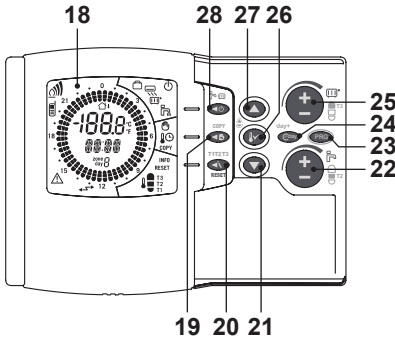
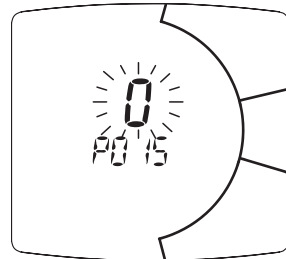
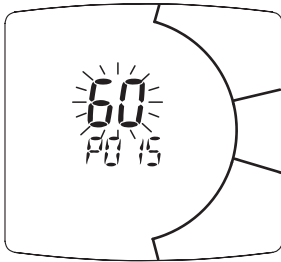

Figura 5.28
Figura 5.31
Figura 5.32
- Scorrere i vari parametri utilizzando il tasto 22 in Figura 5.28 fino a far apparire sul display LCD le lettere **P015** con sopra il relativo valore del parametro **0** che lampeggia, indicante l'entrata nel "parametro 15" (Figura 5.31).
- Modificare il SET programmato agendo sul pulsante 25 in Figura 5.28 fino a visualizzare un **set di 60**, aspettare che il numero programmato cominci a lampeggiare (Figura 5.32).